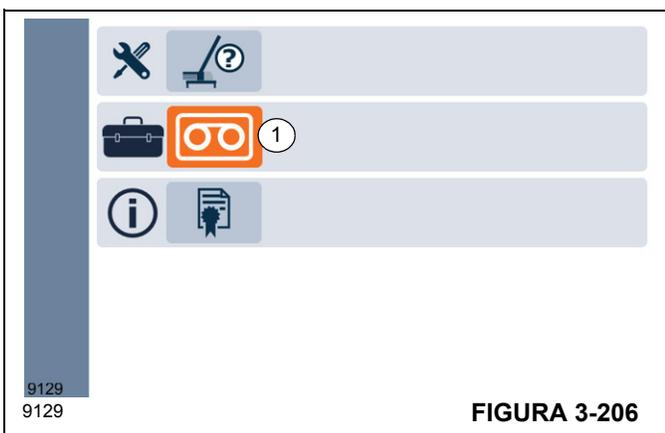

FIGURA 3-206
1. Seleccione el icono del registrador de datos (1, Figura 3-206) en el RDM.